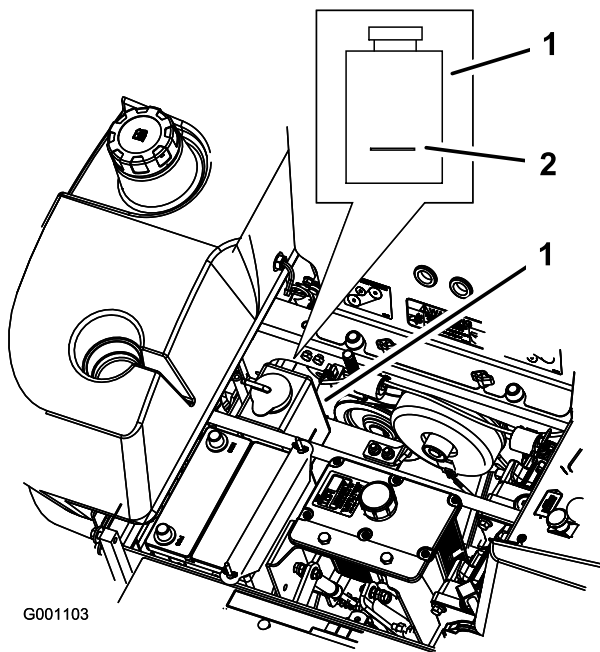

Bild 55
3. Überprüfen Sie bei abgekühltem Motor den Stand des Überlaufgefäßes. Der Flüssigkeitsstand muss mindestens das Niveau der an der Außenseite der Überlaufgefäßes angebrachten Markierung haben (Bild 55).
4. Ist der Kühlmittelstand zu niedrig, so wird ein 50/50 Gemisch aus Frostschutzmittel/Dex-Cool® und Wasser in das Überlaufgefäß gegeben (Bild 55).
5. Geben Sie das 50/50 Kühlmittelgemisch in das Überlaufgefäß bis zur am Gefäß angebrachten Markierung (Bild 55).